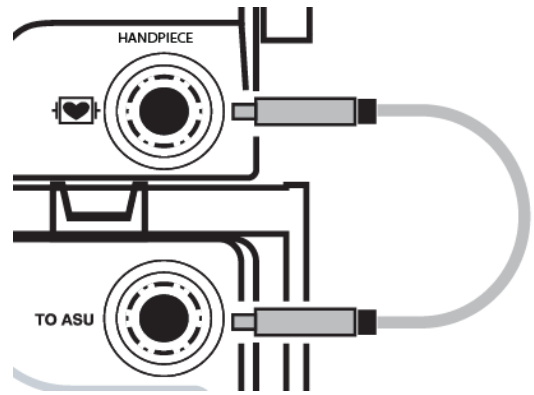

Abbildung 6: Anschluss des HF-Schnittstellenkabels (ASU/ASB-Vorderseiten)
5. Stecken Sie die beiden Stecker in die Handstückbuchsen an der/den Vorderseite(n) der ASU und ASB, bis ein Klicken zu hören ist (siehe **Abbildung 6**).